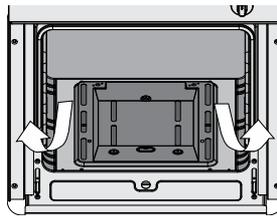

Figura 16
2. En el caso que necesite removerlo para su limpieza, verifique que el mismo se encuentre frío. Remuévalo tomando esta pieza hacia arriba y hacia afuera. Figura 16.